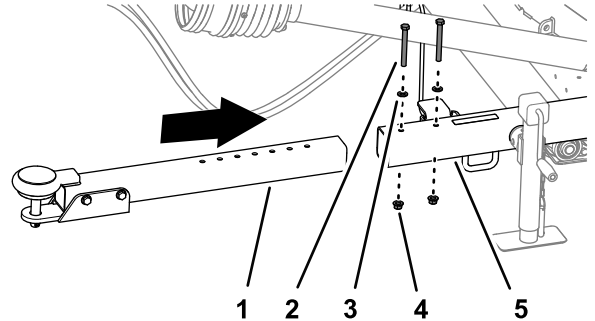

Bild 6
1. Entfernen Sie die beiden Sicherungsbundmutter, zwei Kopfschrauben und zwei Unterlegscheiben, mit der das Anbauvorrichtungrohr am Aufnahmerohr befestigt ist (Bild 6).